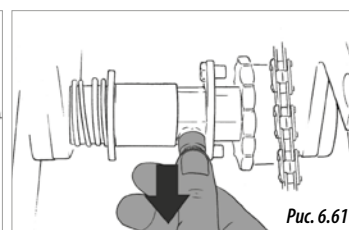

Рис. 6.61
- 1- Слегка потянуть фиксатор на себя (рис. 6.61), и муфта вернется в положение «Привод».